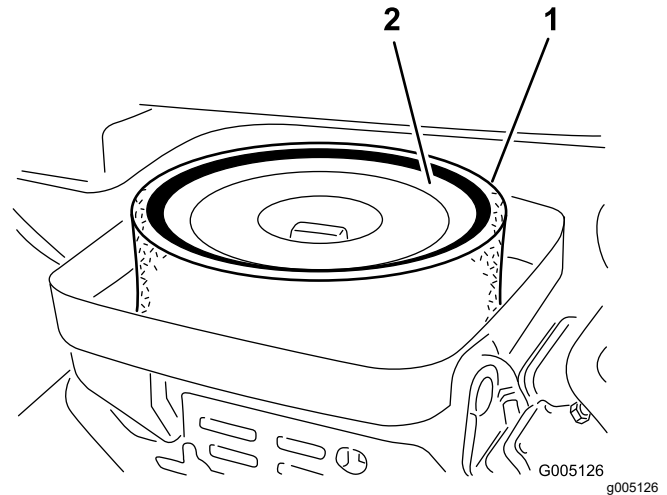

Figure 26
3. Retirez l'écrou à oreilles qui fixe les éléments au boîtier du filtre à air (Figure 26).
4. Si l'élément en mousse est encrassé, sortez-le de l'élément en papier (Figure 26). Nettoyez-le soigneusement comme suit :